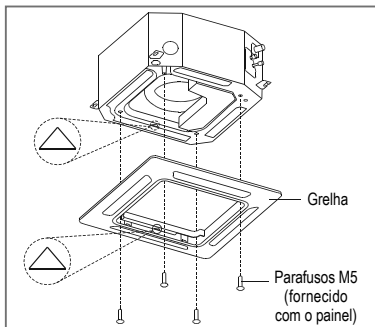

FIG. 19
- b) Alinhe a indicação "Δ" da grelha à indicação "Δ" na unidade evaporadora. Preencha a grelha na unidade com os parafusos fornecidos. (Fig. 19).